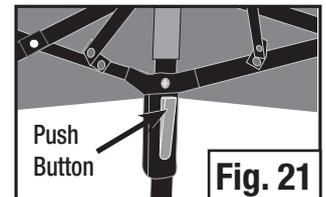

Fig. 21
- Press the push buttons found at upper corners of the frame. (Fig. 21) Collapse shelter frame and store in carry bag.
- Appuyez sur les boutons-poussoir qui se trouvent aux coins supérieurs de l'armature. (Fig. 21) Repliez l'armature de l'abri et rangez-la dans le sac servant à la transporter.